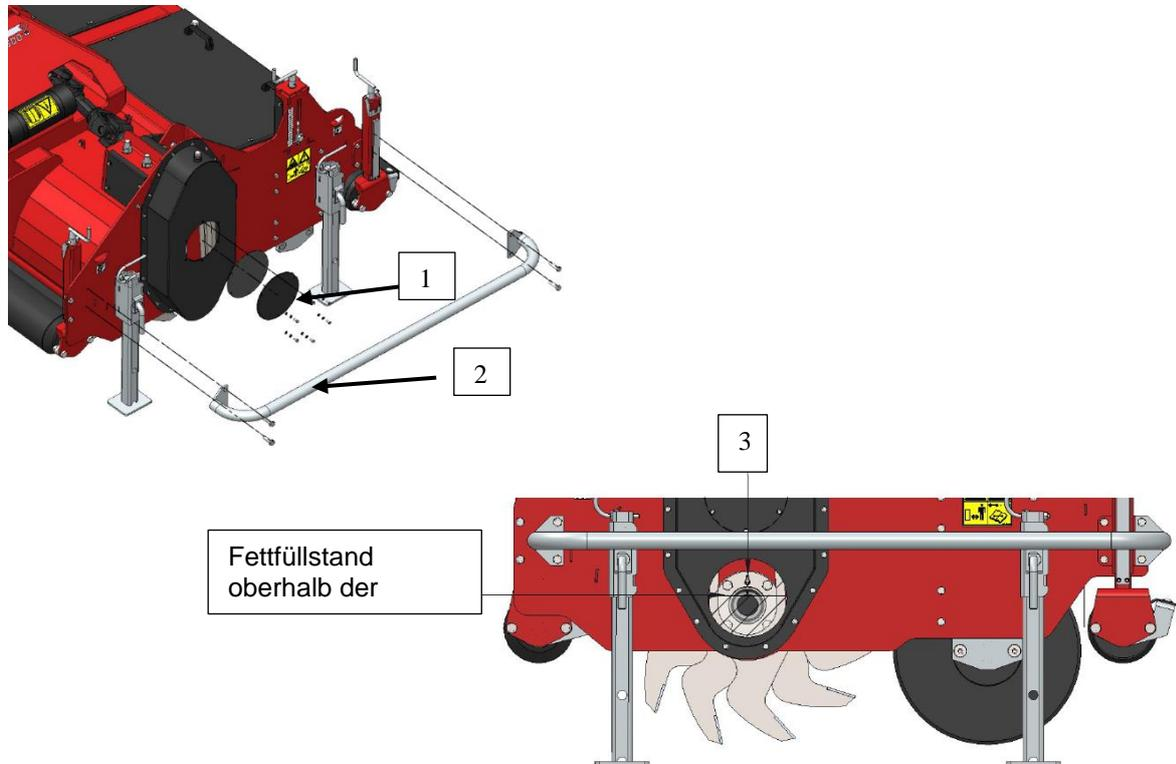

Abb. 16
2. Schutzbügel (2) und Einstiegsklappe (1) entfernen (Abb. 16).
6. Getriebe über die Öffnung oder bis zur Rotorwelle knapp unter dem Niveau mit Fett EP 0 füllen (insgesamt ca. 2,2 Liter/0,58 gal) (Abb. 16).
7. Einstiegsklappe und Gummidichtung (1) wieder montieren.
8. Schutzbügel (2) wieder montieren.
1. Schutzbügel **(2)** und Einstiegsklappe **(1)** entfernen (**Abb. 16**).
11. Einstiegsklappen und Gummidichtung **(1)** wieder montieren (**Abb. 16**).
12. Schutzbügel **(2)** wieder montieren (**Abb. 16**).